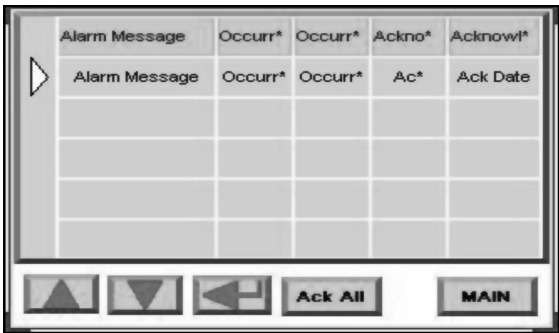

图 6-41 完成后的报警界面
3) 创建跳转至主界面控件。完成后的报警界面如图 6-41 所示。